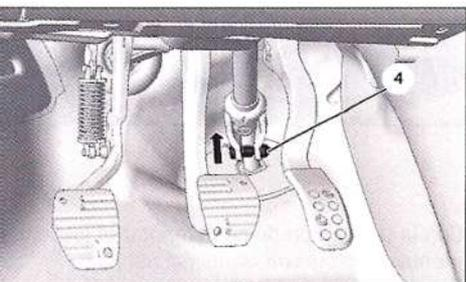

FIG. 10
Desmontar el tornillo (4). (Fig.10).
Separar la columna de dirección del mecanismo de dirección tirando como se ilustra (Fig.10).